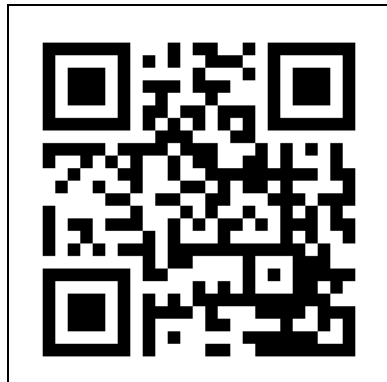

Abbildung 17
1. Öffnen Sie das Eurom Smart App-Handbuch mit dem QR-Code (Abbildung 17) oder gehen Sie zu [www.eurom.nl/nl/manuals](http://www.eurom.nl/nl/manuals).